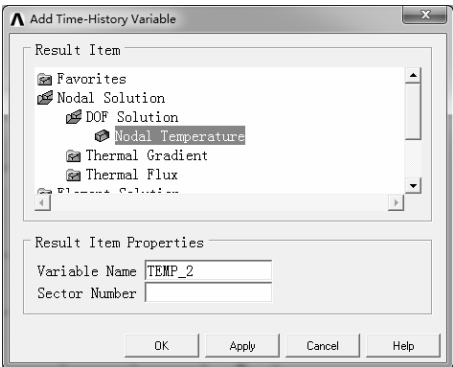

图 8-161 “Add Time-History Variable”对话框
- 2) 单击  按钮，弹出“Add Time-History Variable”对话框，在“Result Item”列表框中依次选择“Nodal Solution>DOF Solution>Nodal Temperature”，如图 8-161 所示。